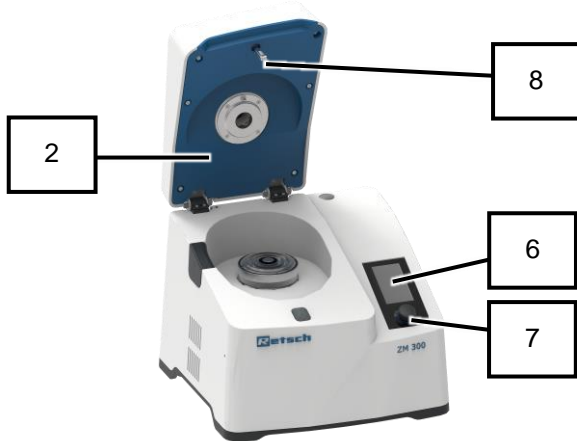

Abb. 62: Unterseite Gerätehaube
→ Gerät ist ausgeschaltet und die Gerätehaube (2) geöffnet (Abb. 62).